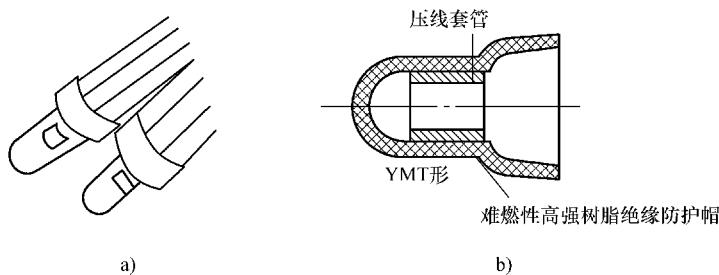

图 4-42 压线帽
3) 用压线帽压接。用压线帽压接要使用压线帽和压接钳，压线帽外为尼龙壳，内为镀锌铜套或铝合金套管，压线帽如图4-42所示。